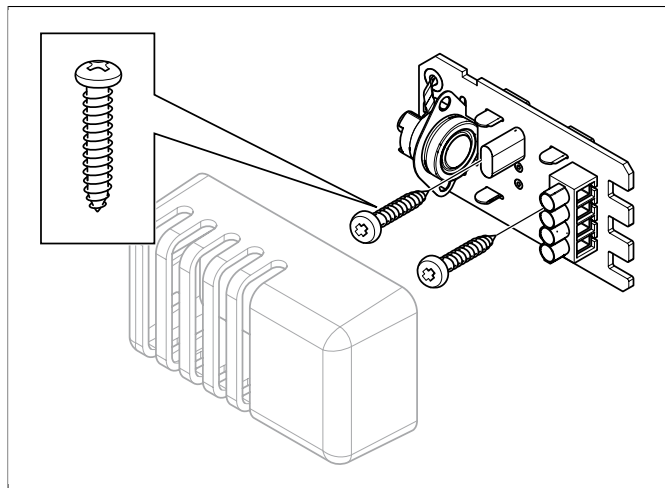

Fig 14: Montage du capteur
12. Installer le capteur au mur cf. **Fig 14**, page 6. Visser avec précaution pour éviter d'abîmer la carte électronique.